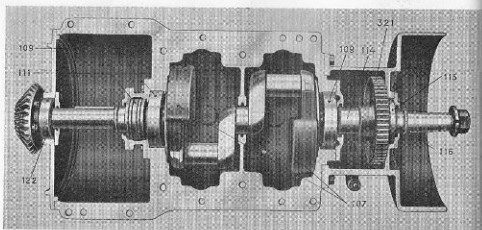

Fig. 31. 109, 115 och 122 Radiallager. 111 Axiallager. 107 Motvikter.
Vevhuset (45), vid vilket cylinderblocket är fastskruvat, är utförd i tvenne delar. Vevaxeln (106) är lagrad i vevhuset i 5 st. rull- och kullager, varav ett är axiallager och upptager trycket från den koniska kuggväxeln (se fig. 31).
der. Se fig. 31.